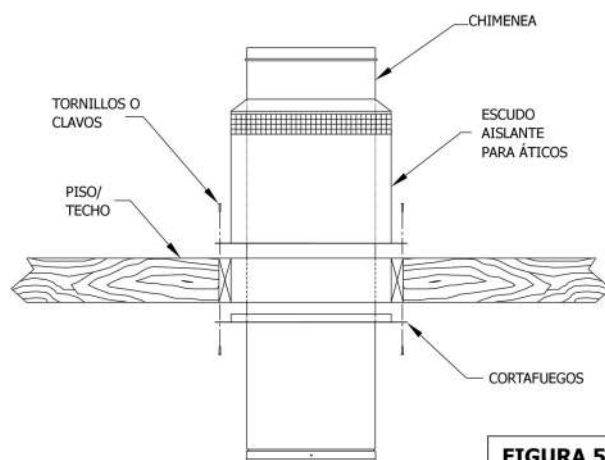

FIGURA 56
- Fije el escudo aislante para áticos a la parte superior de la abertura enmarcada utilizando clavos o tornillos. Vea la **Figura 56**